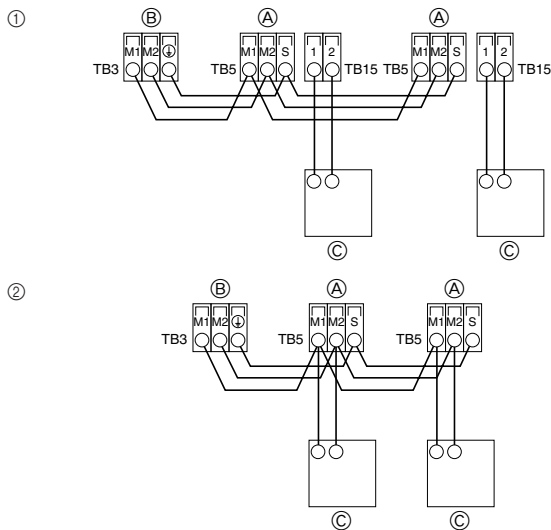

Fig. 4-2
4.2. Conexión de los cables de transmisión del mando a distancia y de las unidades exterior e interior (Fig. 4-2)
① Mando a distancia MA
② Mando a distancia M-NET